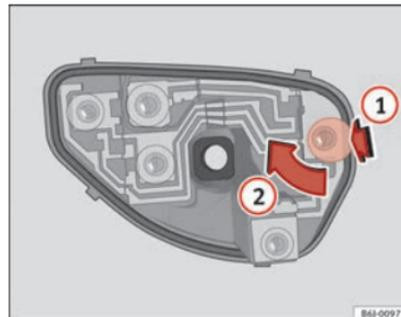

Fig. 163 Remplacement des ampoules des feux arrière
- Une fois le porte-lampes retiré, appuyer dans le sens de la flèche ① et tourner simultanément dans le sens de la flèche ② ⇒ fig. 163.